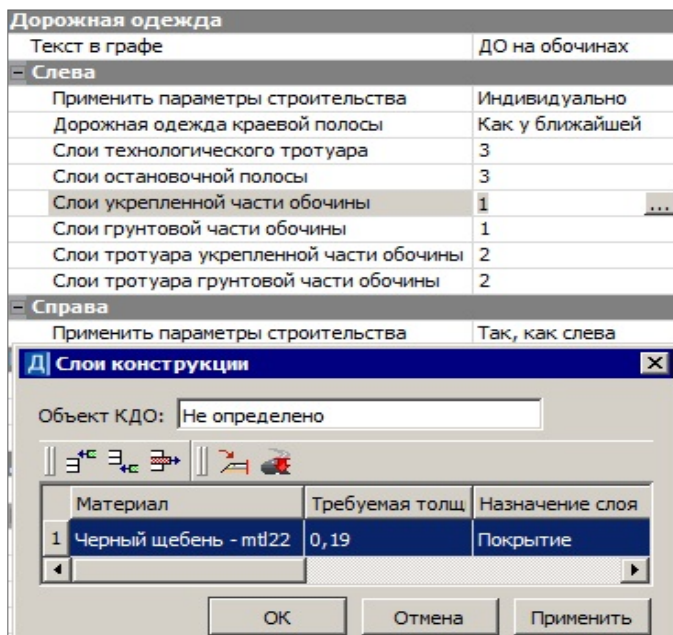

Рис. 19.19
- Для данной графы можно ввести текст, который будет отображаться в графе, например, *ДО на обочинах* (рис. 19.19), и откорректировать настройки ДО по полосам обочин, которые скопированы из шаблона дороги.
Для каждой полосы обочины можно использовать объекты КДО, выбранные для данной трассы (кнопка ) , импортировать данные из КРЕДО РАДОН (кнопка ) , создать индивидуальные КДО (рис. 19.19).
Если после выбора объекта КДО выполнено редактирование данных, то будет получено сообщение, что конструкция стала индивидуальной, а в поле **Объект КДО** отобразится значение *Не определено* (рис. 19.19).
- На краевой полосе применена такая же конструкция ДО, как на проезжей части – значение *Как у ближайшей* (рис. 19.19).
- Измените ДО для укрепленной части обочины (рис. 19.19).